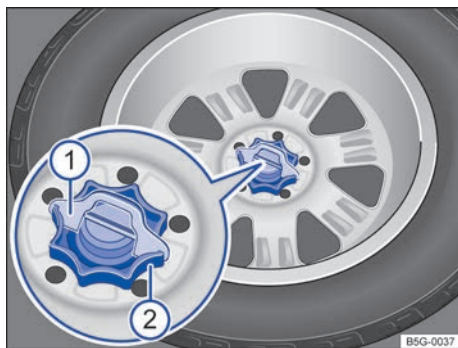

Fig. 255 En el maletero: ruedecilla para fijar la rueda de repuesto.
- Dado el caso, extraiga la cuña del seguro anti-giro → fig. 255 ① hacia arriba.
- Desenrosque por completo la ruedecilla central que sujeta la rueda de repuesto ②, en el sentido contrario al de las agujas del reloj, y extraiga la rueda de repuesto.